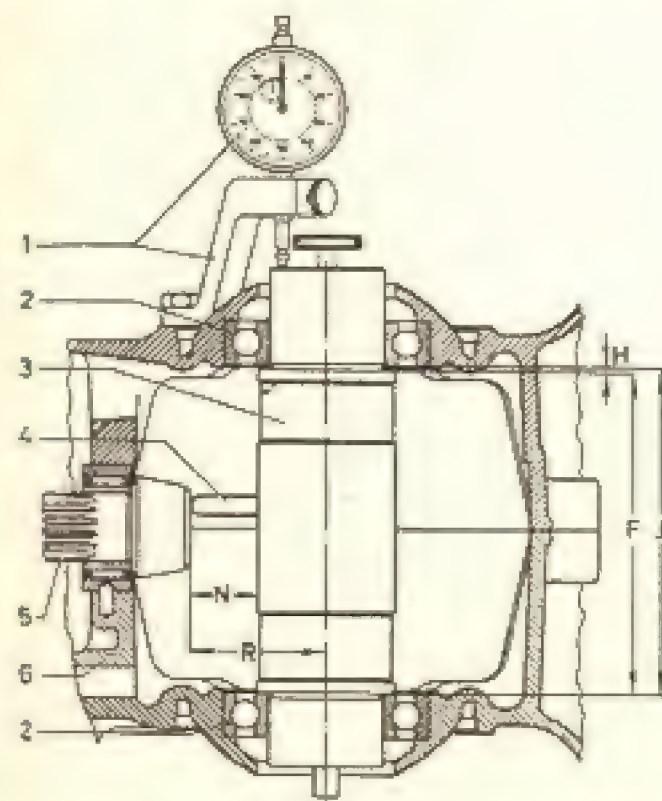
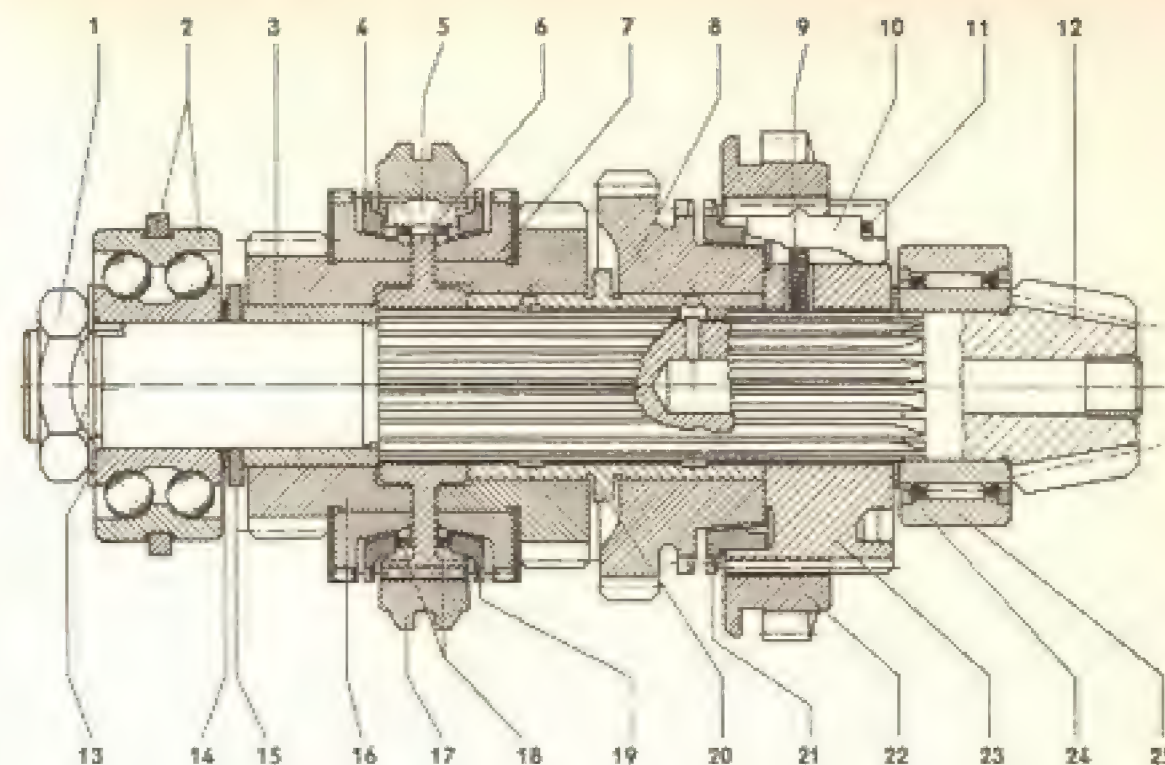

Fig. 17-J — Medidas fornecidas pelo calibre VW 289 b.
Fig. 22-J — Corte longitudinal da árvore secundária.
O conjunto do pinhão e da coroa em sua fase de fabricação, depois de submetidos a rigorosos testes em máquinas especiais, são marcados com indicações que permitem sua ajustagem ideal. Essas marcações são feitas no pinhão e na coroa e indicam certas medidas e afastamentos que devem ser observados no cálculo dos calços de regulagem (10 na fig. 13-J), de cuja espessura depende a precisão da regulagem, ou melhor, a correta posição da coroa dentro da carcaça. A posição do pinhão se determina pela espessura dos calços de regulagem indicados pelo n.º 14 na fig. 22-J e pelo n.º 30 na fig. 7-J.
— Coloca-se o calibre VW 289 b no anel interno do rolamento esquerdo. Aperta-se para dentro o pino de contacto do calibre (4, fig. 17-J) a fim de que não toque na face do pinhão e firma-se o mesmo nessa posição com o parafuso de carretilha do calibre.
— Monta-se um relógio micrométrico em um estôjo no flange sextavado como se vê na fig. 17-J e firma-se o ponteiro em zero, tendo a ponta encostada no calibre VW 289 b.
— Gira-se então a carcaça de 180°. O calibre VW 289 b naturalmente se desloca dentro da carcaça e esse deslocamento é indicado pelo relógio. Se somarmos esse deslocamento ao comprimento total do calibre (F, na fig. 17-J), teremos a medida total da largura da carcaça:
Antes de se retirar o calibre, solta-se o parafuso da carretilha e faz-se com que o pino de contacto (4) se encoste na face do pinhão, a fim de medir a distância N (fig. 17-J). Essa distância, somada a medida do raio do calibre, que é fixa, nos dá a medida R, que vamos precisar para ajuste do pinhão.
A regulação se faz por meio de arruelas de ajuste designadas pelo n.º 14 na fig. 22-J e pelo n.º 30 na fig. 7-J. A medida necessária para determinação da espessura dessas arruelas já foi tomada quando tratamos das medidas para regulação da coroa. É a medida R, mostrada na fig. 17-J que é igual a medida N, obtida, somada ao raio do calibre VW 289 b. O raio do calibre é de 30,00 mm e o comprimento do pino de contacto, medido, é de 29,60 mm, por suposição, de modo que o comprimento R será de 59,60 mm. Suponhamos que o afastamento marcado
Impressão na face do dente. Isto significa que o pinhão está muito afastado da coroa. Colocam-se então calços de ajuste (14, fig. 22-J) ligeiramente mais grossos para aproximar o pinhão da coroa.